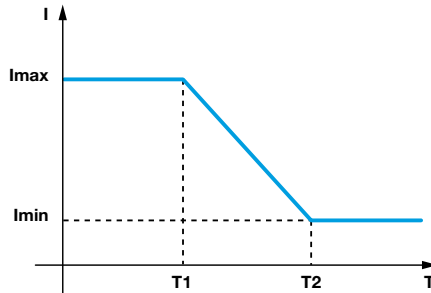
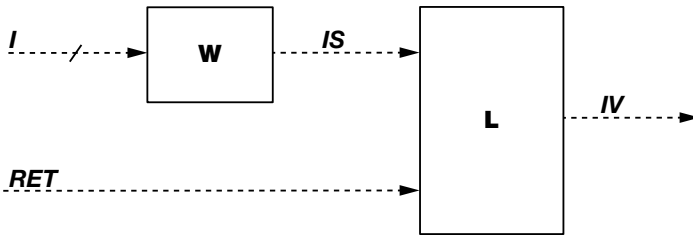

Fig. 2 - Abb. 2 Controllo proporzionale della velocità della ventola
Fig. 3 - Abb. 3
La logica di generazione di **IV** è illustrata in **Fig. 2** e **Fig. 3**.
A ogni temperatura (**T**) acquisita viene associata una corrente di pilotaggio (**I**), in base alla curva di **Fig. 2**: al di sotto della soglia minima **T1** la valvola è pilotata con il massimo della corrente (**IMAX**, a cui corrisponde, in virtù della configurazione circuitale in bypass, la velocità di rotazione minima della ventola); analogamente, al di sopra della soglia massima **T2** si ha la corrente minima (**IMIN**, corrispondente alla velocità massima della ventola); nell'intervallo di temperatura compreso tra **T1** e **T2** la corrente di pilotaggio varia linearmente tra **IMAX** e **IMIN**.
*The **IV** generation logic is shown in **Fig. 2** and **Fig. 3**.*
*A piloting current (**I**) is associated with each temperature (**T**) on the basis of the curve **Fig. 2**: below the minimum threshold **T1** the valve is piloted with the maximum current (**IMAX**, which, on the basis of the bypass circuit configuration, corresponds to the minimum rotation speed of the fan); in the same way, above the maximum threshold **T2** the minimum current (**IMIN**) is used, corresponding to the maximum speed of the fan; in the temperature interval between **T1** and **T2** the current piloting varies linearly between **IMAX** and **IMIN**.*
Die **IV**-Steuerungslogik ist abgebildet in **Abb. 2** und **3**.
Jeder abgelesenen Temperatur **T** wird eine Steuerungsspannung (**I**) zugeordnet; auf der Grundlage der Kurve lt. **Abb. 2**: wird das Ventil unterhalb der min. Schwelle **T1** mit dem max. Strom (**IMAX**) angesteuert. Dieser Strom erzeugt auf Grund der Bypass-Konfiguration die min. Lüftergeschwindigkeit; analog wird oberhalb der max. **T2**- Schwelle der min. Strom (**IMIN**) entsprechend der max. Geschwindigkeit des Lüfters erzeugt; in dem Temperaturintervall zwischen **T1** und **T2** variiert der Steuerstrom für das Proportionalventil linear zwischen **IMAX** und **IMIN**.